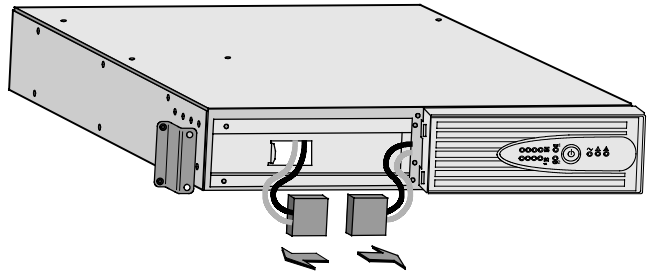

Рисунок 26. Отсоединение разъемов внутренних батарей
2. Отсоедините разъемы внутренней батареи (см. Рисунок 26).